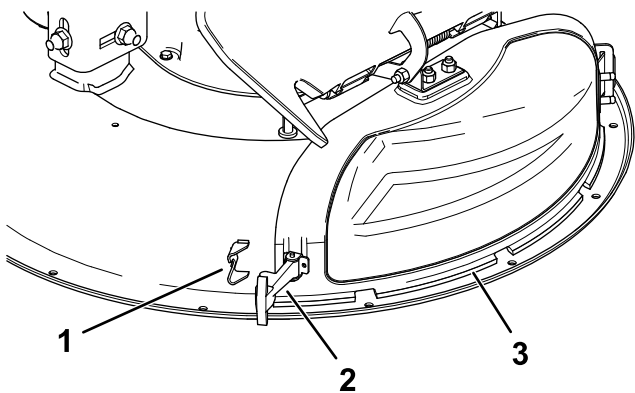

Bild 11
3. Lösen Sie den flexiblen Riegel vom Riegelhalter an der Auswurfkanalabdeckung und schwenken Sie die Auswurfkanalabdeckung nach rechts (Bild 11).
6. Haken Sie zum Befestigen der Auswurfkanalabdeckung am Mähwerk den flexiblen Riegel an der Auswurfkanalabdeckung im Halter am Mähwerk ein (**Bild 11**).